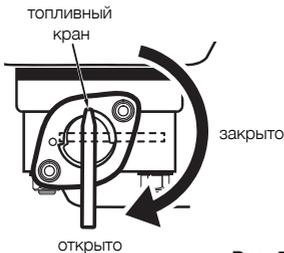

Рис. 5
- перевести топливный кран в положение «Открыто» (см. рис. 5);
8.8.8. Перевести топливный кран в положение «Открыто» (см. рис. 5).
8.9.3. Перевести топливный кран в положение «Закрывать» (см. рис. 5).